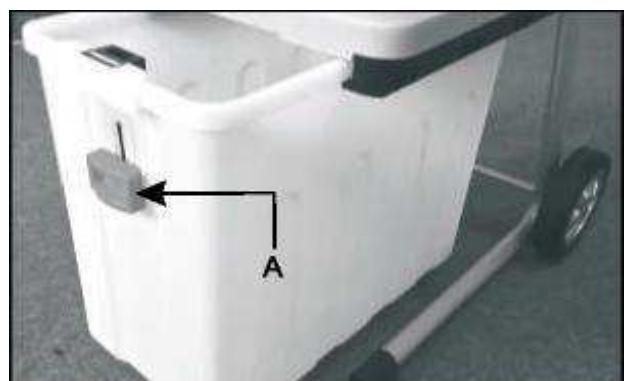

Abb. 2
1. Drücken Sie den Sicherungsknopf (A) und schieben Sie den Sammelbehälter in das Untergestell. (Abb.2)